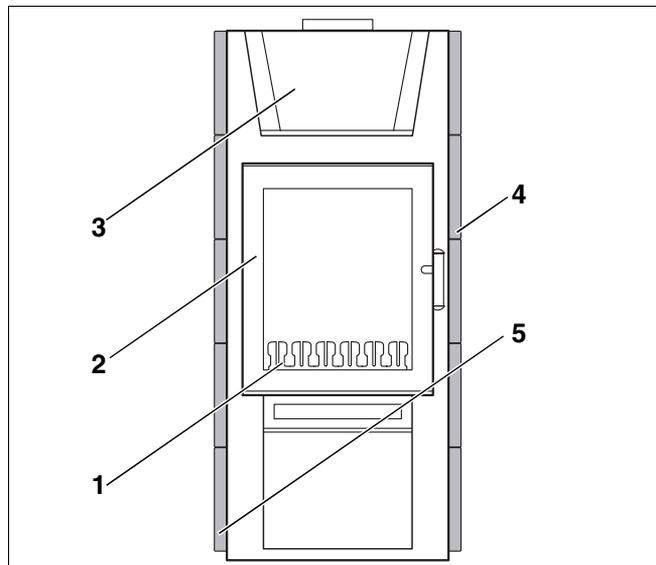

Abb. 2 Kaminofen blueline 4
- Rost (Abb. 2, **Pos. 1**)
- Feuerraumtür (Abb. 2, **Pos. 2**)
- Warmhaltefach (Abb. 2, **Pos. 3**)
- Seitenteile (Abb. 2, **Pos. 4 und 5**)